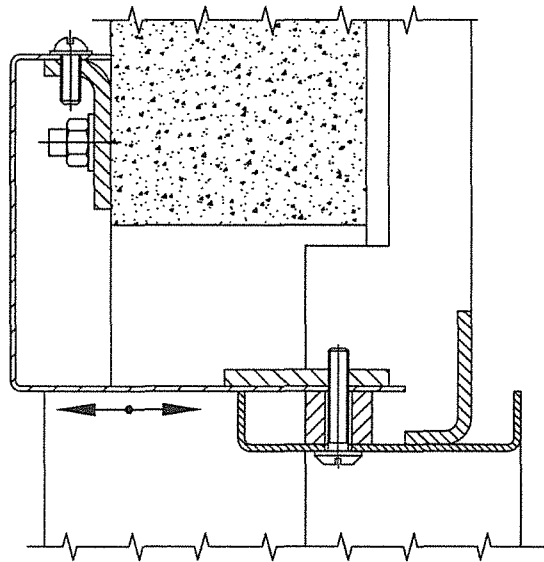

Рисунок 20 – Установка верхнего обрамления обычных дверей
- со стороны посадочной площадки между поперечиной и прижимной пластиной до упора вставить верхнее обрамление (рисунок 20);